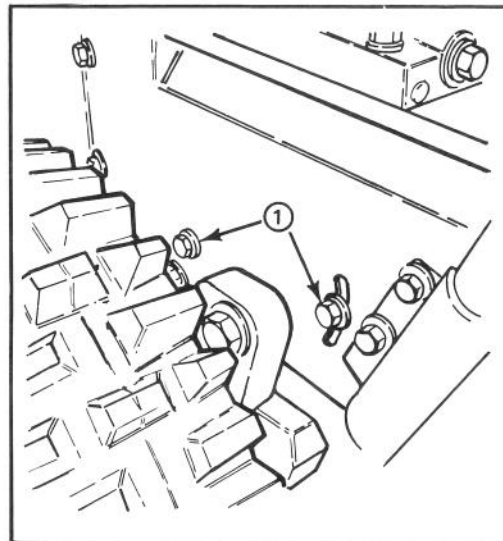

Abbildung 27
3. Die vier (4), den Getrieberahmen und den Motorrahmen befestigenden Kopfschrauben (2 auf beiden Seiten) lösen (Abb. 27).